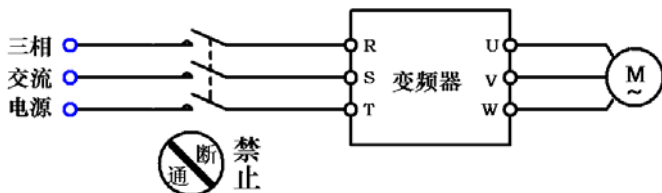

图 1-5
- 严禁在变频器输入侧使用接触器等开关器件进行直接频繁起停操作。因变频器主电路存在较大的充电电流，频繁通断电，将产生热积累效应，引起元器件热疲劳，极大缩短变频器的使用寿命。如图 1-5 所示。